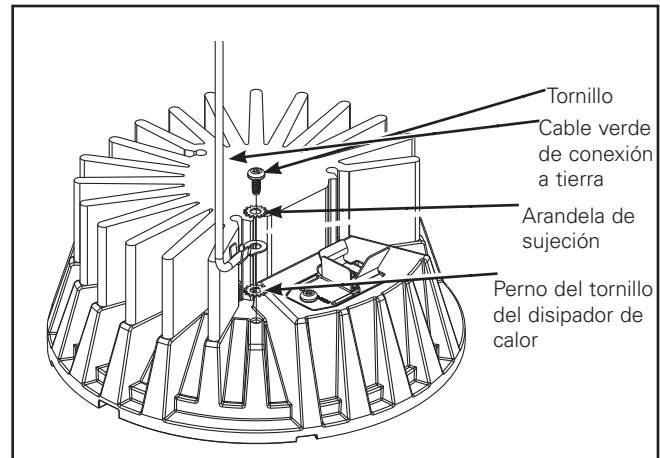

Figura 13.
6. Encuentre la correa verde dentro del cilindro y conéctela al disipador de calor mediante el tornillo y la arandela de seguridad ubicada en el sobre adjunto a la correa. (Figura 13).